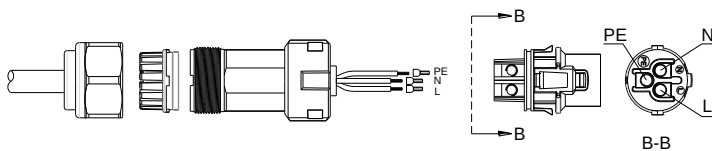

FIG. 7-5 Posições do terminal CA
- 3) Insira os condutores L, N e PE nos terminais correspondentes do conector (de acordo com a FIG. 7-5) e em seguida aperte os parafusos com uma chave de fenda para fixar os condutores firmemente. Torque: 2 N.m.